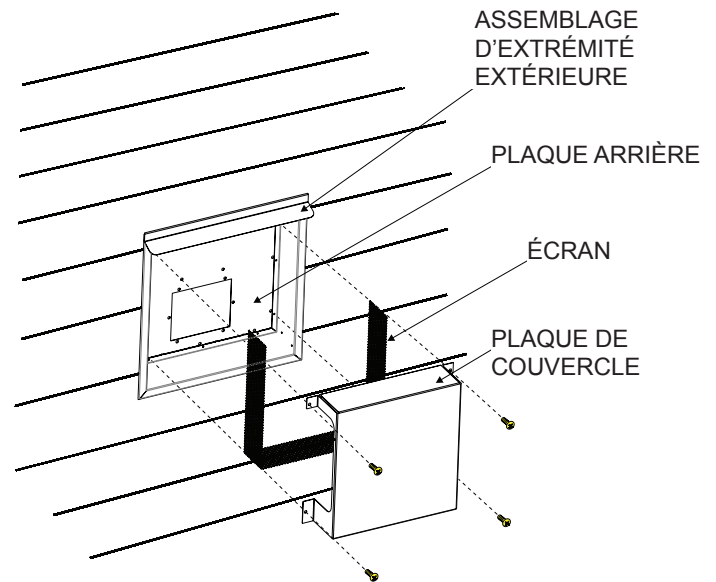

Figure 22
27. Pour installer le couvercle extérieur et l'écran, placer l'écran en forme de « U » à l'intérieur du couvercle extérieur, puis placer le couvercle extérieur dans l'assemblage d'extrémité extérieure. À l'aide de 4 vis n° 10 x 1/2 po, fixer le couvercle extérieur pour terminer l'installation. **Voir Figure 22.**